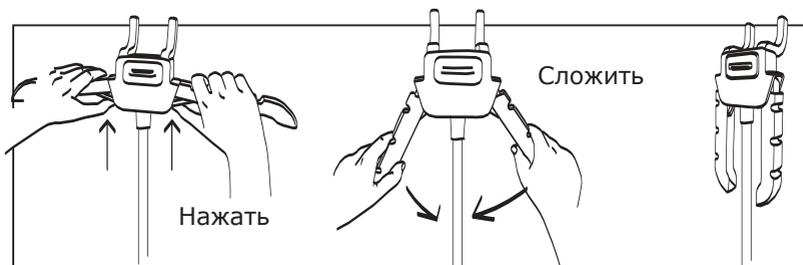

рис. 5
8.3 Для компактного хранения сложите вешалку для одежды. Для этого необходимо нажать на фиксаторы вешалки и опустить плечики вниз (рис.5).